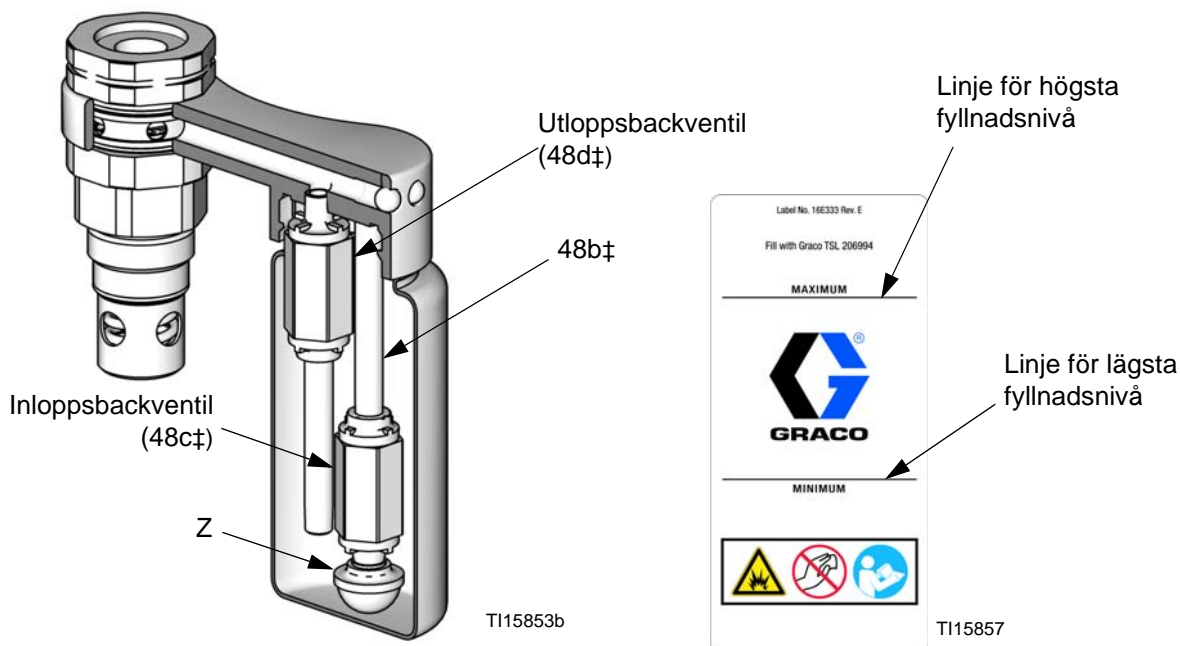

Fig. 1. Genomsnitt av TSL-behållare och påfyllningsledningar
3. Rengör skärmen (Z) på inloppsbackventilen (48c‡). Om backventilerna inte sluter tätt och smutsig TSL kommer in i våtkoppen ska backventilerna (48c, 48d) bytas ut. Se FIG. 1.
5. Avlägsna kragen (50) och skruvarna (51), locket (49) och enheten bestående av förgreningsrör och flaska (48).
**ANM:** Om du vill byta backventilerna i TSL-flaskan ska du beställa reparationsseten för backventiler 24F404. Satsdelar är märkta med en symbol, t.ex. (48b†). Om du vill byta endast flaskan ska du beställa flaskbyttessatsen 24F405. Satsdelar är märkta med en symbol, t.ex. (48e\*). Satsen omfattar 5 flaskor och 5 etiketter. Se FIG. 1, FIG. 4 och FIG. 5.
6. Fäst inloppets förgreningsrör (18) i ett skruvstäd.
7. Lossa, men avlägsna inte, våtkoppen (41) och patronen (40).
8. Ta bort de fyra skruvarna (9) och brickorna (8) runt utloppets förgreningsrör (22).
9. Ta bort utloppets förgreningsrör (22), kulor (23), säten (24) och packningar (7).
10. Avlägsna våtkoppen (41) och o-ringen (42). Avlägsna TSL-pumpens kolv tätning (46), fjäder (45) och o-ringar (47).
11. Avlägsna halspatronen (40). Avlägsna o-ringen (35), förskruvningarna (19, 26), tätningarna (20, 25) och fjädern (43).
12. Avlägsna de tre cylinderskruvarna (13) och låsbrickorna (14). Lyft av utloppshuset (16).
**ANM:** Vätskerören (3), cylindern (1) och kolvenheten (17, 10, 11, 44, 12) kan lossna tillsammans med utloppshuset eller sitta kvar på plats på inloppshuset (15).
13. Avlägsna rören (3) och cylindern (1). Dra ut kolvenheten ur cylindern. Inspektera ytan på kolvstången (17) och cylinderns och rörens invändiga ytor. Om någon av dessa delar har repats eller skadats ska de bytas ut.
14. Ta bort inloppets förgreningsrör (18) från skruvstället.